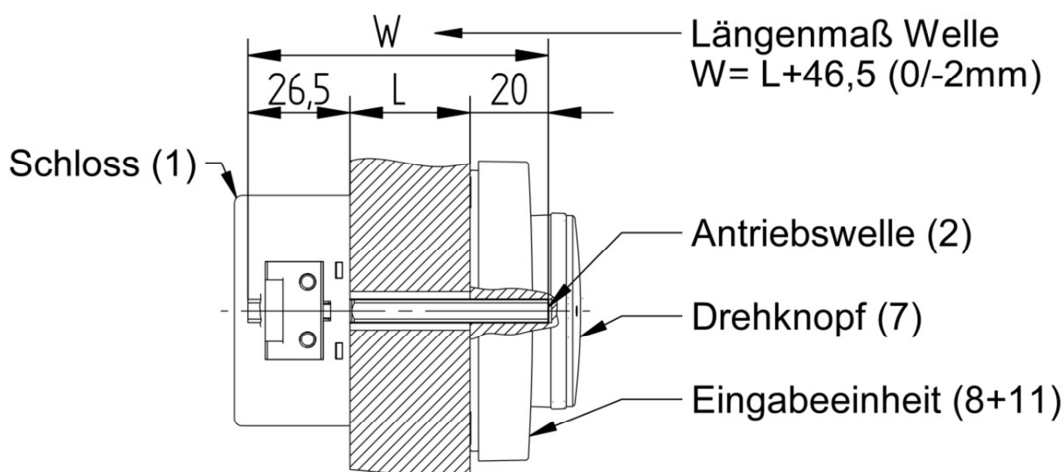

Abbildung 9: erforderliche Länge der Antriebswelle
Die mitgelieferte Antriebswelle (2) ist je nach Türstärke und Einbauposition auf die erforderliche Funktionslänge anzupassen, um die einwandfreie Funktion des Schlosssystems sicherzustellen. Das benötigte Längenmaß W ergibt sich aus dem Abstandsmaß L zwischen Montageebene Schloss zu Montageebene Eingabeeinheit + 20 mm Eintauchtiefe der Welle in die Eingabeeinheit + 26,5 mm Eintauchtiefe in das Schloss (Toleranz +0/-2 mm, siehe Abbildung 9).